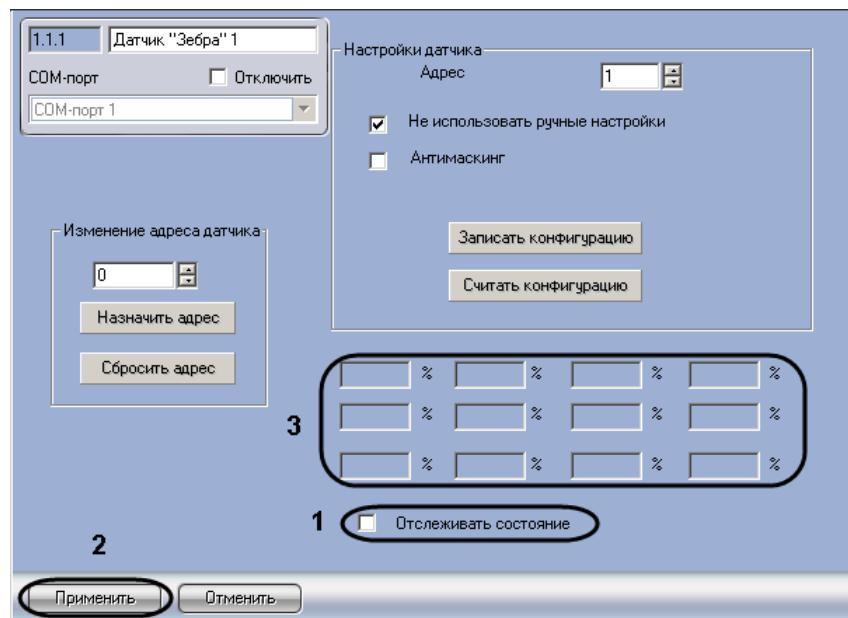

Рис. 3.9—1 Отслеживание состояния зон датчика Зебра
1. Перейти на панель настроек объекта **Датчик «Зебра»** (Рис. 3.9—1).
2. Установить флажок **Отслеживать состояние** (см. Рис. 3.9—1, 1).
3. Нажать на кнопку **Применить** (см. Рис. 3.9—1, 2).
В полях (см. Рис. 3.9—1, 3) будут отображаться значения, позволяющие оценить правильность выбора параметра **Коэффициент усиления** для каждой зоны (см. раздел *Настройка зоны датчика «Зебра»*).
Внимание! После настройки параметров зон датчика Зебра необходимо прекратить отслеживание состояния зон, сняв флажок **Отслеживать состояние** (см. Рис. 3.9—1, 1).